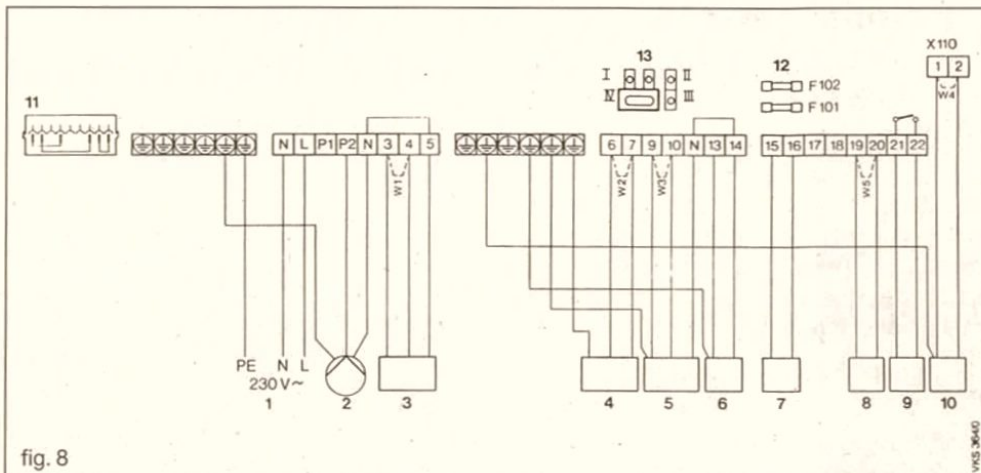
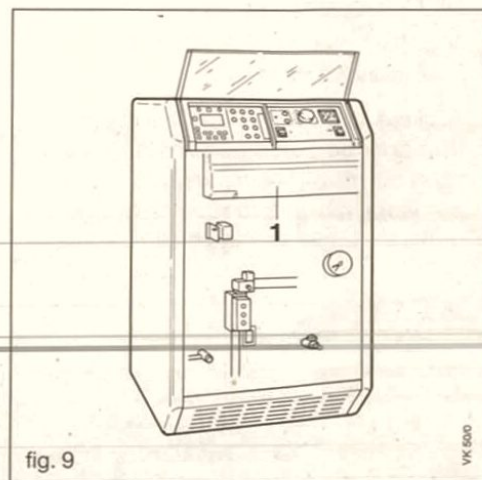

fig. 8
fig. 9
- Togliere la pompa (3) con i relativi raccordi (1 e 5) e sostituirla con il raccordo di sostituzione (4).
- Montare sul manicotto il manometro (6)
- Applicare il pannello laterale destro (8), il quadro di comando e la lamiera di copertura superiore.
- Il cablaggio della pompa esterna andrà effettuato secondo il tipo di funzionamento della pompa come dallo schema di cablaggio e con riferimento all'allacciamento elettrico (fig. 8).
Flussostati, pressostati ed altri dispositivi esterni si devono collegare per mezzo di contatti a potenziale zero (privi di tensione). Per accedere alla morsetteria (fig. 9), dopo aver tolto il pannello anteriore, smontare il coperchio inferiore (1) svitando le viti di fissaggio e sfilandolo verso il basso. La linea di installazione di rete viene allacciata alla caldaia e, attraverso la morsetteria, alla pompa, secondo lo schema di cablaggio: il modo operativo può essere selezionato modificando il collegamento morsetteria della spina di commutazione (14 fig. 8).
Per cambiare il modo operativo della pompa di circolazione del riscaldamento occorre modificare la posizione della spina di commutazione nella morsetteria (fig. 8).